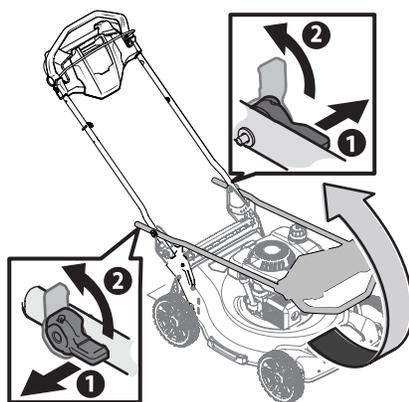

Figure 1
2. Tournez les leviers de réglage du guidon en position déverrouillée pour soulever le guidon. Consultez la Figure 1.